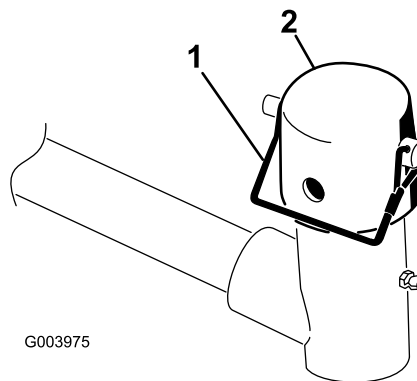

**Figura 4**
3. En el brazo de elevación de cada una de las unidades de corte, retire el pasador de seguridad que sujeta el tapón al brazo giratorio y retire el tapón (Figura 4).